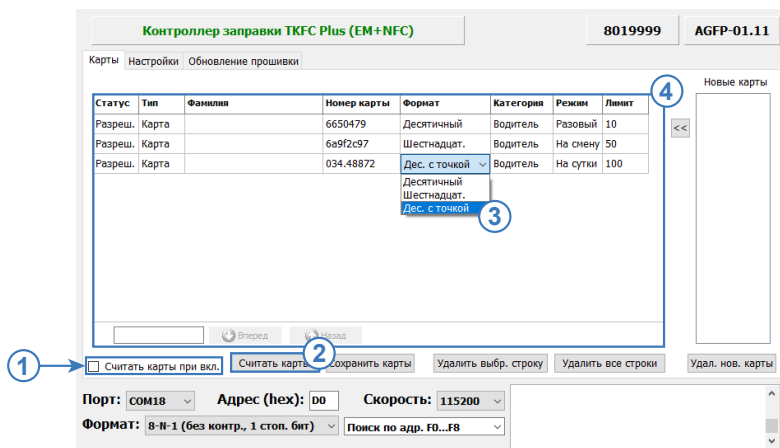

Рис.24. Считывание списка карт из устройств
- Перейти на вкладку «Карты» и нажать кнопку «Считать карты» (**Рис.24, п.2**).
- Также может быть настроено автоматическое считывание списка карт при чтении конфигурации устройства. Для этого нужно установить галочку напротив опции «Считать карты при вкл.» (**Рис.24, п.1**).
- Список карт устройства отобразится на вкладке «Карты» в виде таблицы (**Рис.24, п.3**). Формат, в котором считываются номера новых карт, определяется настройкой «Формат вывода номера карт». Данная настройка задается на вкладке «Настройки» конфигуратора. Для того, чтобы изменить формат карты, отображаемый в списке, необходимо нажать на соответствующее поле и в выпадающем списке выбрать нужный формат (**Рис.24, п.4**).